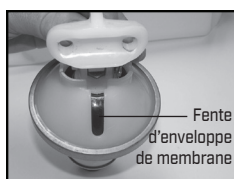

Figure 4
- 4) Installez le levier du pivot et la quincaillerie de connexion pour le nouvel assemblage de pompe à membrane. Assurez-vous que l'orientation soit appropriée selon la fente de l'enveloppe de la membrane (fig. 4).